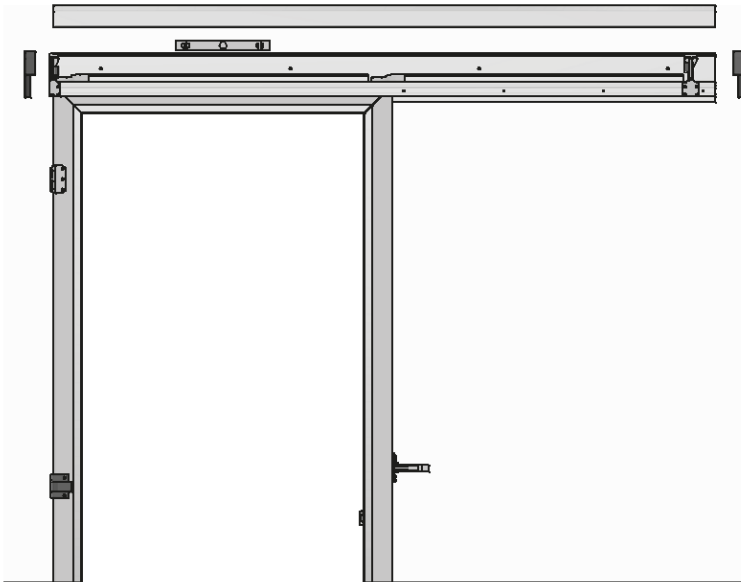

Fig. 4
- Retirer sur la glissière supérieure le carter en aluminium et les têtes latérales noires, positionner la glissière de façon parfaitement horizontale et en butée sur le châssis (Fig. 4) ; percer le panneau avec une pointe Ø13mm et fixer la glissière avec les tirants en nylon fournis en dotation (Fig. 5). Procéder de la même façon pour la glissière inférieure (effectuer 2 trous pour les portes ayant une ouverture de porte inférieure à 1,8m et 3 trous pour les ouvertures de porte égales ou supérieures à 1,8m).
- Retirer sur la glissière supérieure le carter en aluminium et les têtes latérales noires, positionner la glissière de façon parfaitement horizontale et en butée sur le châssis (Fig. 4) ; percer le mur avec une pointe Ø8mm et fixer la glissière avec les tasseaux fournis en dotation (Fig. 5). Procéder de la même façon pour la glissière inférieure (effectuer 2 trous pour les portes ayant une ouverture de porte inférieure à 1,8m et 3 trous pour les ouvertures de porte égales ou supérieures à 1,8m).